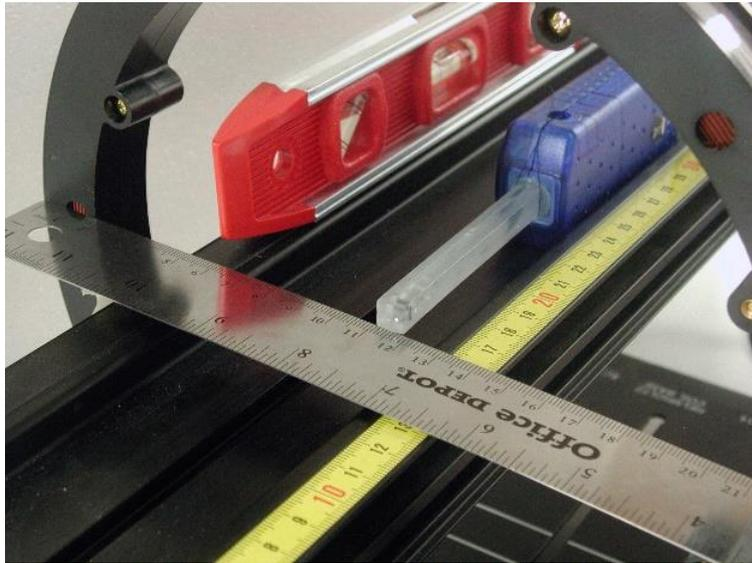

Figura 03: Imagem do alinhamento do sensor de campo magnético na posição central da bobina.
2. Posicione a ponta do sensor de campo magnético na posição central da bobina (posição 0,00 cm), conforme a Figura 03;
3. Posicione a ponta do sensor na posição central da bobina (posição 0,00 cm), conforme a Figura 03;